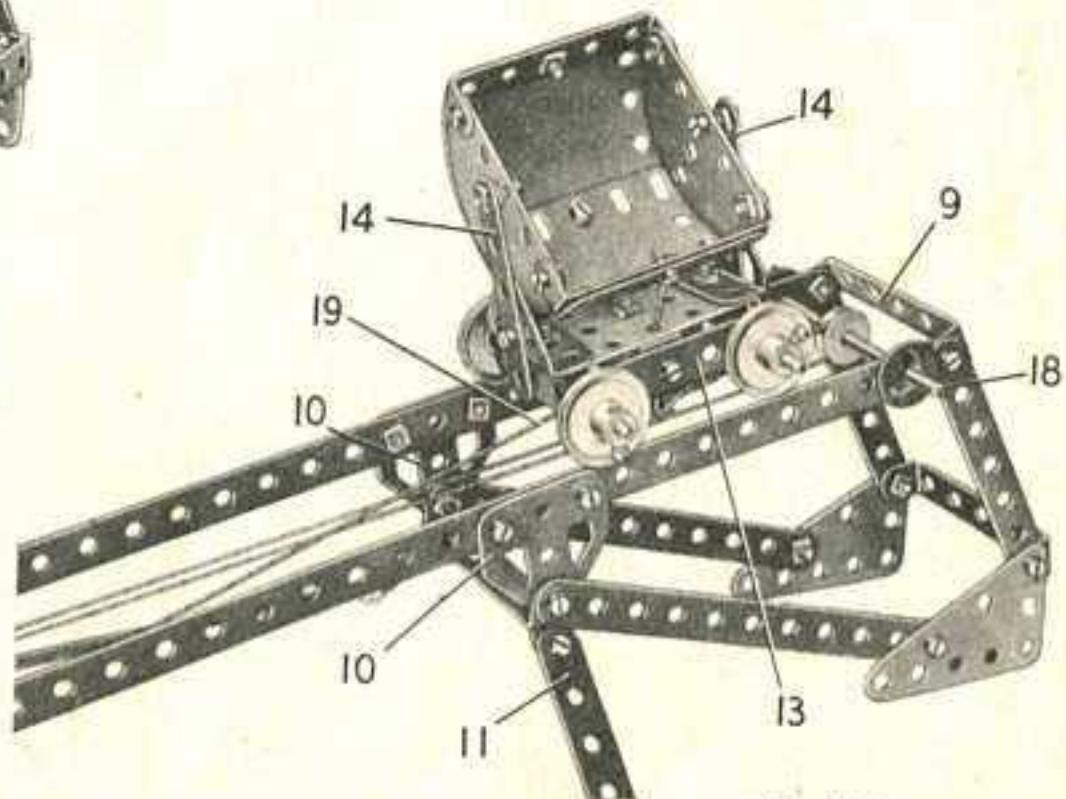

Fig. 4.34b
Une plaque à rebords de 6×4 cm. sert de base au chariot basculant. Une bande de 5 trous (13) est fixée de chaque côté par une bande coulée de 38×12 mm. (fig. 4.34b). Les bandes de 5 trous servent de support à deux tringles de 9 cm. qui portent des poulies de 25 mm. Les extrémités de la benne sont des plaques semi-circulaires réunies par deux bandes coulées de 60×12 mm. Les deux plaques cintrées de 43 mm. de rayon qui forment le fond et les côtés de la benne sont boulonnées sur les bandes coulées.
La corde (19) (fig. 4.34b) commande le déchargement du chariot. Cette corde est attachée à une bande coulée (20) et passe dans un trou de la base du chariot. Elle est reliée à l'un des côtés de la benne. La longueur de cette corde doit être ajustée de façon que la benne bascule quand le chariot atteint l'extrémité des rails.